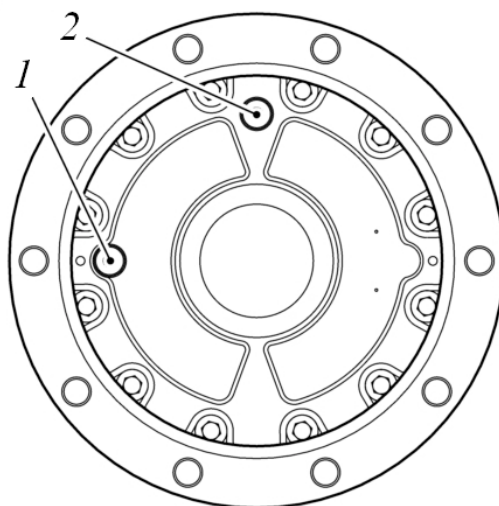

Рисунок 5.7. Процедура замены масла в бортовом редукторе (шаг 2)
- ▶ Двигая машину назад и вперед, установить редуктор в позицию, когда отверстие 1 находится горизонтально справа или слева от центра редуктора, а отверстие 2 будет располагаться выше от центра редуктора (практически вертикально), см рис. 5.7.
- ▶ Через наливное отверстие 2, рис. рис. 5.7, заправить в редуктор свежее масло. Заправку производить до момента пока из контрольного отверстия 1, рис. 5.7, не начнет вытекать масло. Объем и наименование заправляемого масла см. п. **Заправочные объемы смазочных материалов.**